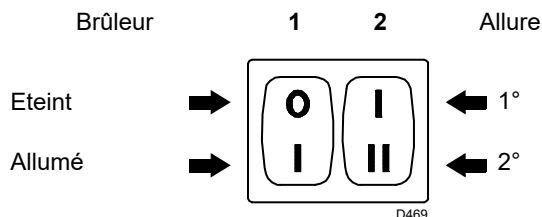
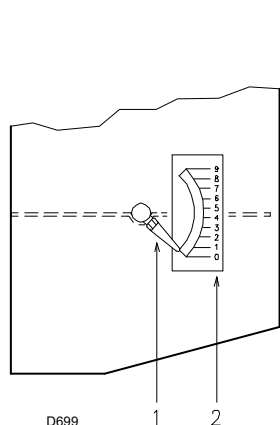
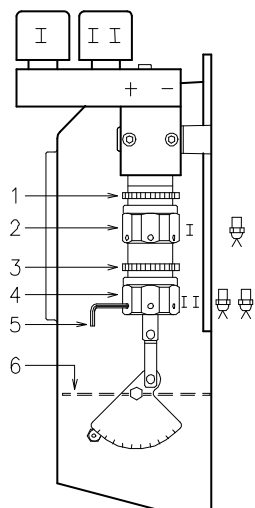

Fig. 19
Fig. 20
Fig. 21
- Faire démarrer le brûleur en fermant les télécommandes et en plaçant l'interrupteur 1) (Fig. 19 page 20) sur la position "ALLUME". La pompe doit tourner dans le sens indiqué par la flèche dessinée sur le couvercle.
- Lorsque le fioul déborde de la vis 3), la pompe est amorcée. Refermer le brûleur : interrupteur 1) (Fig. 19 page 20) sur "ETEINT" et serrer la vis 3).
Mettre l'interrupteur 1)(Fig. 19) sur la position "ALLUME".
Maintenir le brûleur en mode de fonctionnement à 1ère allure en plaçant l'interrupteur 2)(Fig. 19) en position 1ère allure. L'ouverture du volet 6)(Fig. 21) doit être proportionnée au gicleur choisi : le repère 1)(Fig. 20) doit coïncider à l'encoche 2)(Fig. 20) indiqué dans le tableau (Tab. D) Le réglage se fait par rotation de l'hexagone 2)(Fig. 21) :
repère 2,3 (Fig. 20) correspondant au repère 1).
Le réglage fait, bloquer l'hexagone 2)(Fig. 21) avec la bague 1).
N° = Encoche 2) (Fig. 20)
Mettre l'interrupteur 2)(Fig. 19 page 20) en position 2e allure et régler le volet 6)(Fig. 21) en agissant sur l'hexagone 4)(Fig. 21), après avoir relâché la bague 3)(Fig. 21).
pour faciliter le réglage des hexagones 2) et 4)(Fig. 21), utiliser une clé hexagonale de 3 mm 5)(Fig. 21).